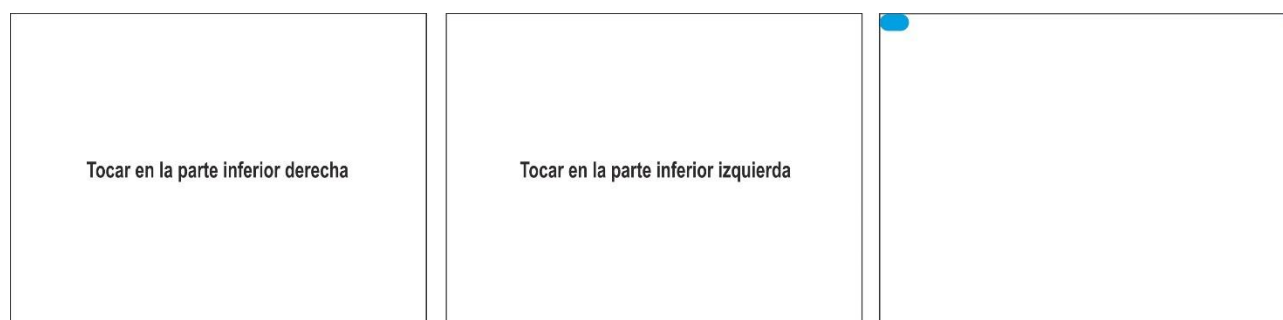

Fig. 11: Pantallas calibración táctil – Parte inferior
3. El instrumento muestra el mensaje “Tocar en la parte inferior derecha”. Toque la parte inferior de la pantalla cerca de la referencia azul presente en el borde derecho (ver la Fig. 11 – parte izquierda)
4. El instrumento muestra el mensaje “Tocar en la parte inferior izquierda”. Toque la parte inferior de la pantalla cerca de la referencia azul presente en el borde izquierdo (ver la Fig. 11 – parte central)
5. Terminadas estas operaciones, el instrumento presenta la pantalla de Fig. 11 – parte derecha